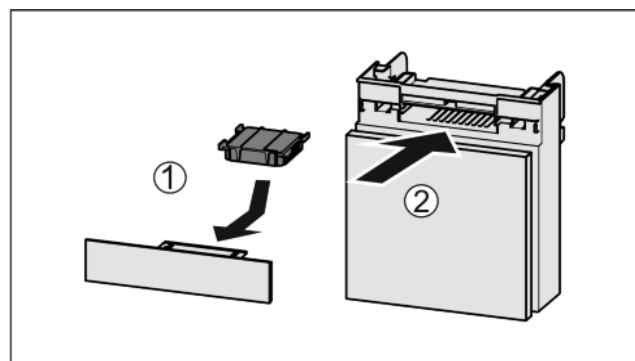

Fig. 50
- ▶ Вставити фільтр з активованого вугілля за малюнком Fig. 50 (1).
- ▶ Вставити відділення Fig. 50 (2).